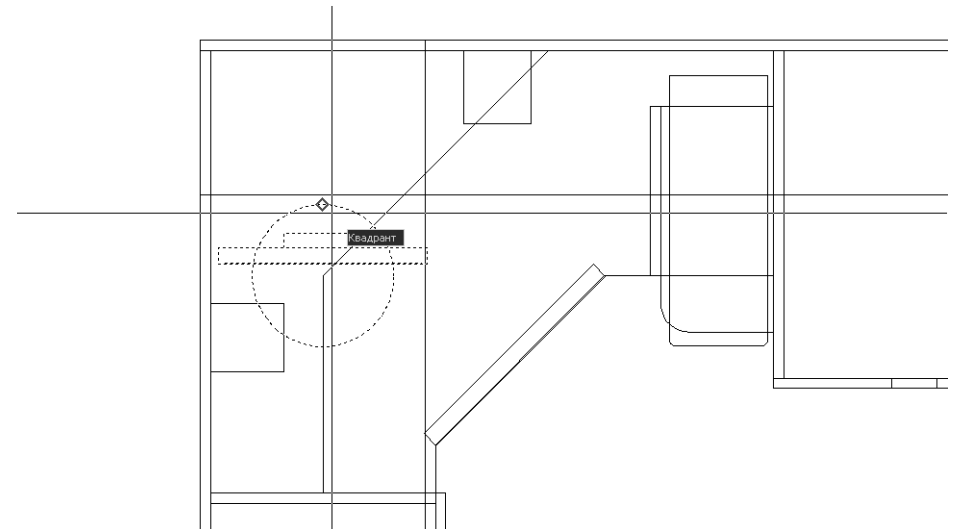

Рис. 5.24 ▼ Выбор верхней точки окружности с помощью режима привязки **Квадрант** (Quadrant)
3. Запустите инструмент **Переместить** (Move) любым из способов (например, введите **п** (M) в командном окне).
5. Переместите указатель-перекрестие к верхней точке окружности и, когда AutoCAD распознает верхний квадрант (рис. 5.24), щелкните для захвата координат этой точки в качестве координат базовой точки.